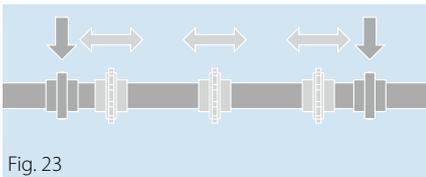

Fig. 23
Para la serie 11 recomendamos fijar el polín exterior en el vástago y con anillos de retención u otro sistema y evitar que se mueva lateralmente (vea también nuestro folleto: Guías de diseño de bandas Combo/serie 11 y recomendaciones de uso (nº de ref. 201) La banda está guiada por tiras de protección, así que las ruedas dentadas no se pueden fijar y deben poder moverse libremente hacia los lados en el vástago (fig. 23).